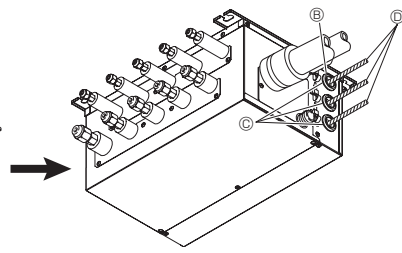

Fig. 9-2
3. Passer les câbles dans le boîtier de dérivation. (Fig. 9-2)
7. Lorsque le boîtier de dérivation est installé à l'extérieur, vérifier que les entrées des câbles sont scellées à l'aide de mastic pour empêcher toute infiltration d'eau. (Fig. 9-2)